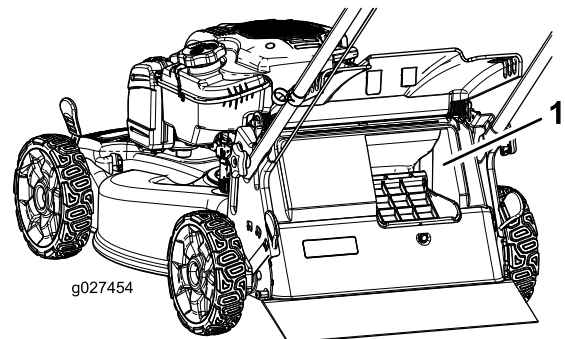

**Figura 17**
- Para ensacar los recortes de hierba y hojas, presione hacia dentro el botón de la palanca de ensacado a demanda y mueva la palanca hacia delante hasta que salga el botón de la palanca (Figura 17).